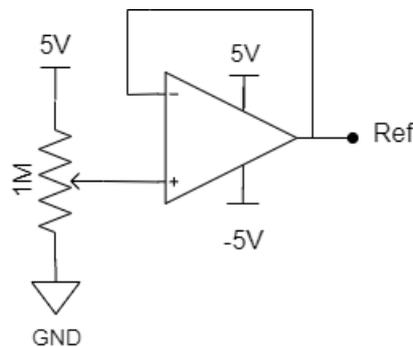

Figura 4: Circuito para modificación del referencial.
2. Armar un circuito para utilizar de referencial como se muestra en la figura 4.
En la implementación del AFE, el offset de la señal de entrada (valor medio) presenta un problema importante, ya que el circuito amplifica la diferencia entre la señal V_i y la referencia Ref . Para eliminar dicho offset, se debe utilizar el circuito de la figura 4 como se hizo en la parte anterior.